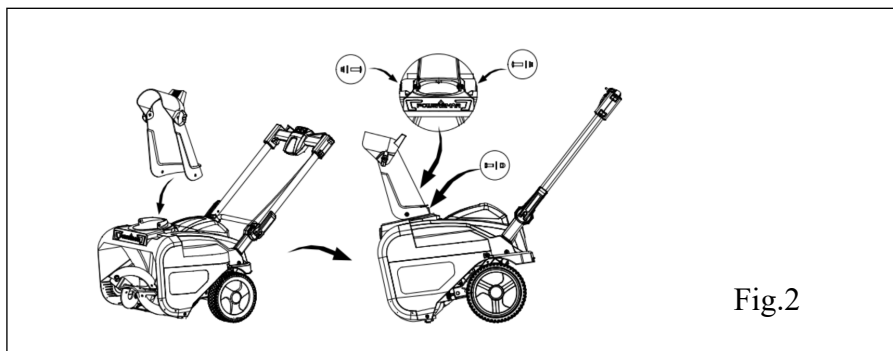

Fig.2
1. Insérez la rainure à la base. (Voir Fig. 2).
2. Utilisation d'une clé de 13 mm de rainure sécurisée à la base avec (3) vis, rondelles et écrous fournis.